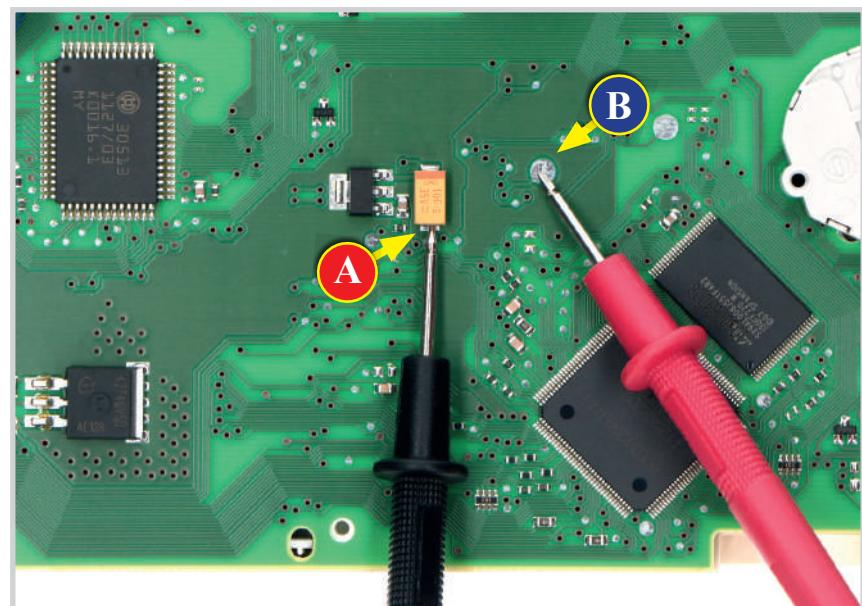

Figura 1
- Dopo aver sostituito il display, alimentare il contachilometri (pin n. 1 negativo, pin n. 5 e pin n. 6 positivo) e controllare la tensione tra i punti A e B, come in figura 1.
Una volta concluse queste operazioni, risaldare la EEPROM sul PCB, alimentare il contachilometri e ricontrollare la tensione presente tra i punti A e B (vedi figura 1).